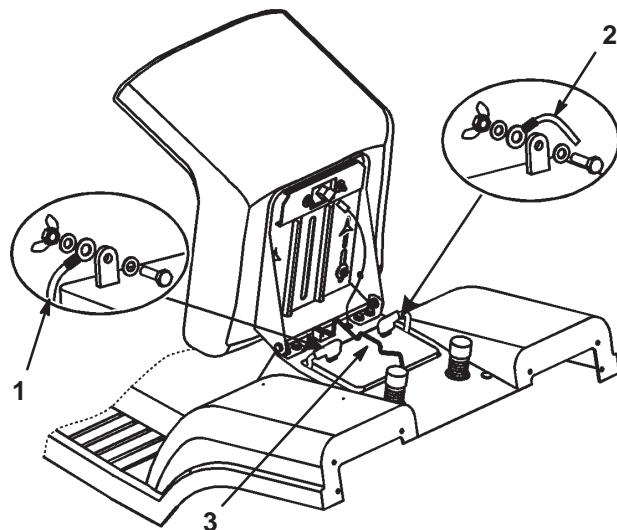

Figure 24
7. Débranchez le câble négatif (noir) de mise à la masse de la borne de la batterie (Fig. 24).
9. Débranchez le câble positif (rouge) de la borne de la batterie (Fig. 24).
10. Enlevez la tige de maintien de la batterie (Fig. 24).
1. Placez la batterie sur le châssis, en dirigeant les bornes vers l'avant de la machine (Fig. 24).
2. Fixez la batterie au châssis à l'aide de la tige de maintien (Fig. 24).
3. Connectez le câble positif (rouge) à la borne positive (+) de la batterie à l'aide du boulon et de l'écrou papillon (Fig. 24). Glissez le capuchon de caoutchouc sur la borne de la batterie.
4. Connectez le câble négatif (noir) à la borne négative (-) de la batterie à l'aide du boulon et de l'écrou papillon (Fig. 24). Glissez le capuchon de caoutchouc sur la borne de la batterie.